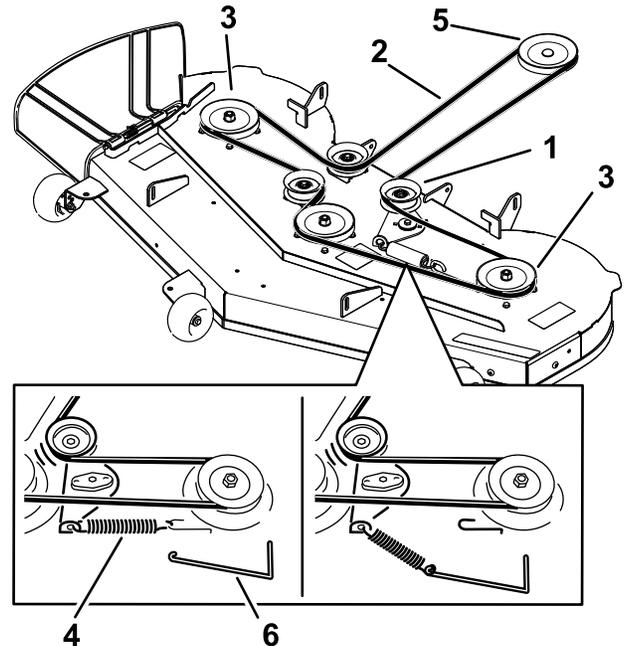

Figura 48
tensor del gancho de la carcasa para eliminar la tensión de la polea tensora, y retire la correa de las poleas (Figura 48).
6. Pase la correa nueva alrededor de las poleas del motor y del cortacésped (Figura 48).
7. Usando una herramienta para la retirada de muelles (Pieza Toro N° 92-5771), instale el muelle tensor sobre el gancho de la carcasa y tense la polea tensora y la correa (Figura 48).